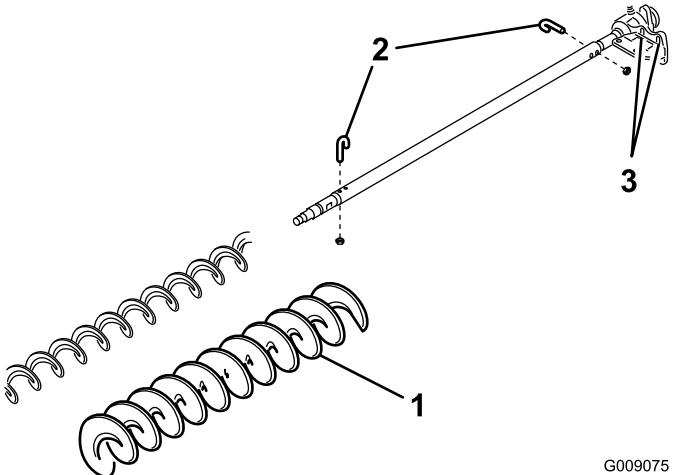

Figura 38
- Togliete i 2 bulloni a J e i dadi (Figura 38).
- Fate scorrere la spazzola esistente fino ad estrarla dall'albero (Figura 38).
- Allentate i 2 bulloni, le rondelle e i dadi che fissano l'alloggiamento del cuscinetto di comando alla staffa di montaggio dell'alloggiamento del cuscinetto (Figura 38).
- Fate scorrere la spazzola per altezze di taglio alte sull'albero della spazzola (Figura 38).
- Bloccare la spazzola sull'albero con 2 bulloni J e i dadi precedentemente rimossi (Figura 38).